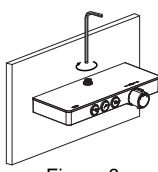

Figura 8
- Vuelva a colocar la cubierta de cristal y conecte el conector del riel de subida de nuevo al panel de ducha termostático (Figura 8).